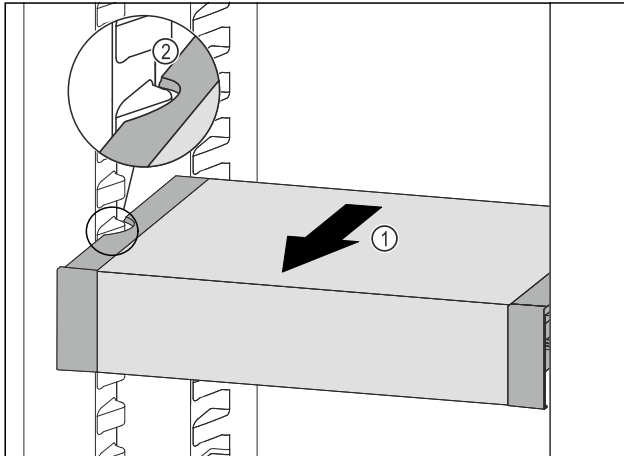

Fig. 160
- Tirare VarioSafe in avanti Fig. 160 (1) fino a quando le cavità laterali di VarioSafe non si trovano al livello della nervatura del contenitore nel vano frigorifero. Fig. 160 (2)